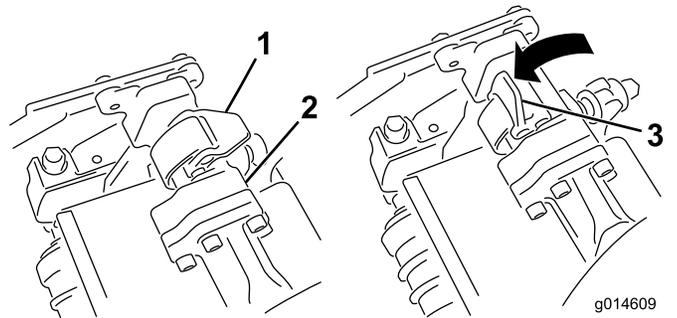
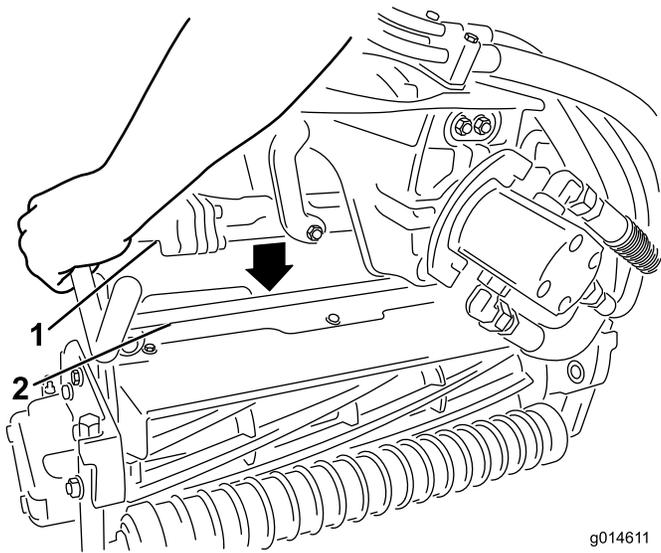

图33
图34
3. 当悬挂臂杆上的闩锁指向上方（即打开）时（图33），向下压悬挂臂，使悬挂臂杆与滚刀组上方的支架相契合（图34）。
4. 向下并绕着滚刀组横杆关闭闩锁，将它们锁定到位（图33）。
4. 打开您正在拆下的滚刀组悬挂臂上的门锁（图33）。